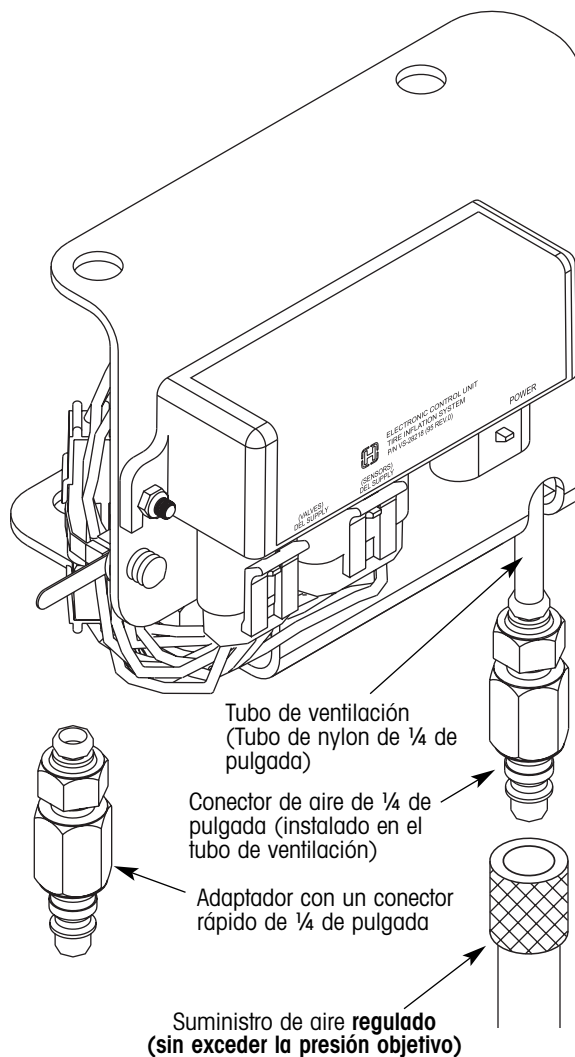

Figura 7. Presurizando manualmente el sistema para verificar fugas de aire
2. Conecte el conector de aire con el conector rápido de ¼ de pulgada al tubo de ventilación en la válvula solenoide de suministro (figura 7).